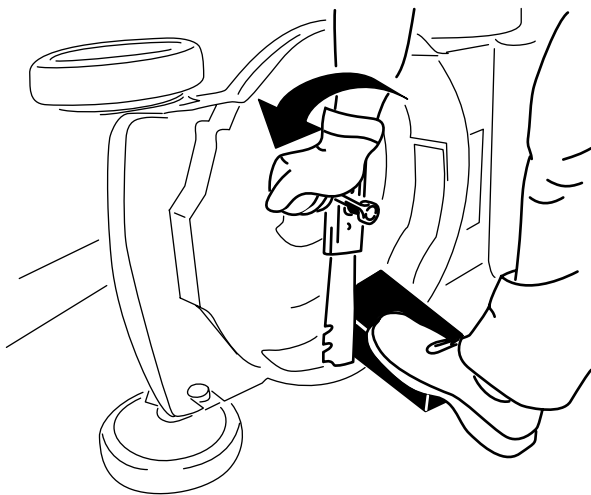

Bild 39
3. Stabilisieren Sie das Messer mit einem Holzblock (Bild 39).
4. Nehmen Sie das Messer ab und bewahren Sie alle Befestigungsschrauben auf (Bild 39).